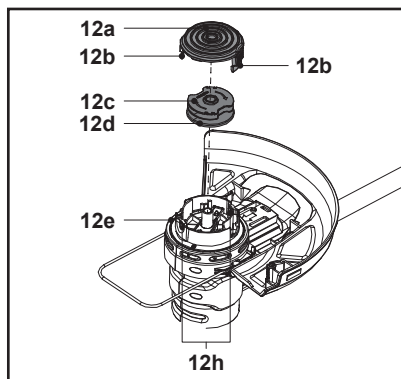

Fig. 25
3. Retirer la bobine de coupe-bordures (12c) du carter (12e) (Fig. 25).